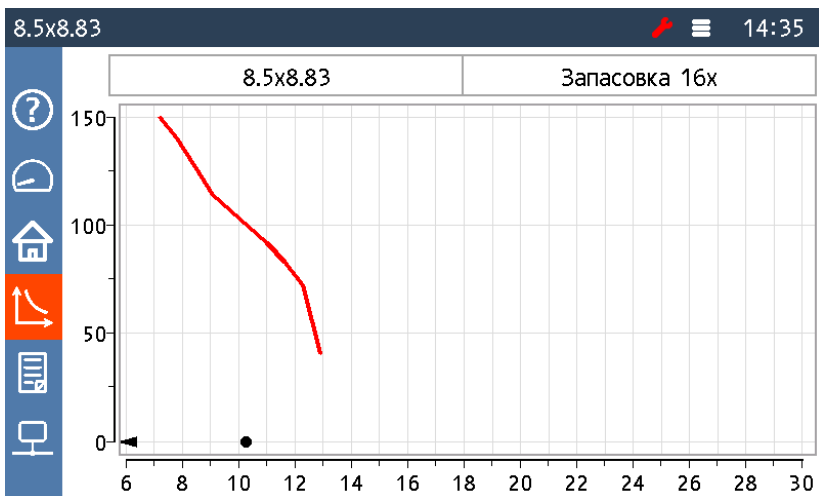

Рисунок 7 — Экран грузовой характеристики
- 5 Проверить правильность установки кратности запасовки полиспаста, положения опорного контура и стрелового оборудования (см. рисунок 7).